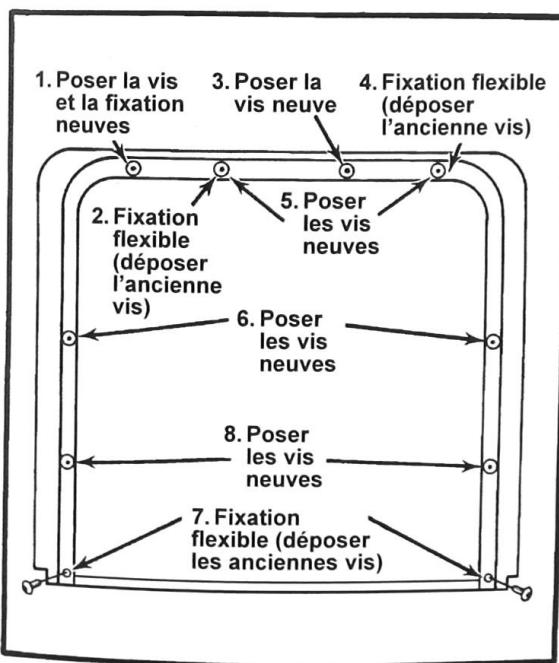

Figure 4
5. Pour l'ordre de pose de la fixation et de la vis neuves, voir la Figure 4. Procéder aux opérations 1. à 6. dans l'ordre.